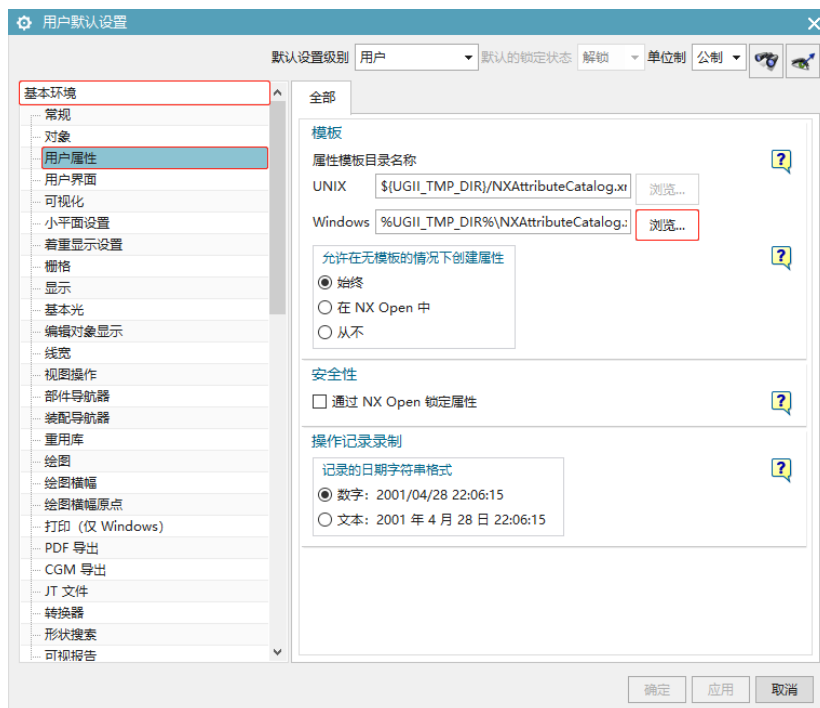

图 4
4. 最后，我们打开用户默认设置，选择基本环境，进入到用户属性界面，点击模板组下浏览按钮，如下图 4 所示：